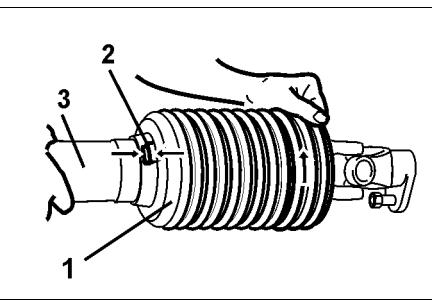

Рис. 21
- Чехол (Рис. 21/1) поверните в монтажное положение (Рис. 21./2).
- Снимите половину защиты (Рис. 21/3).